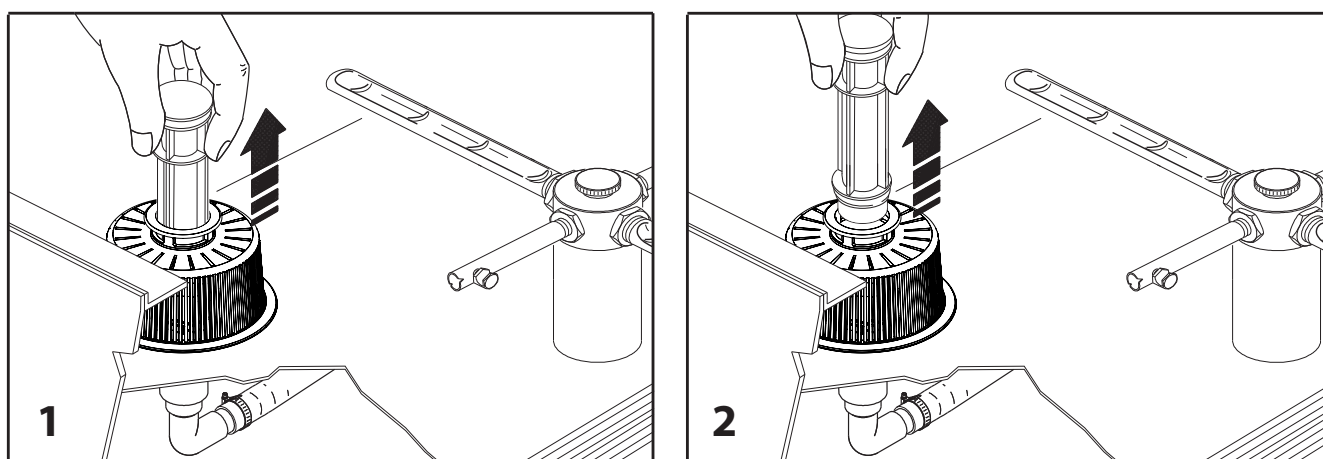

Fig. 16
5. Quitar el tubo de demasiado lleno (fig. 16)